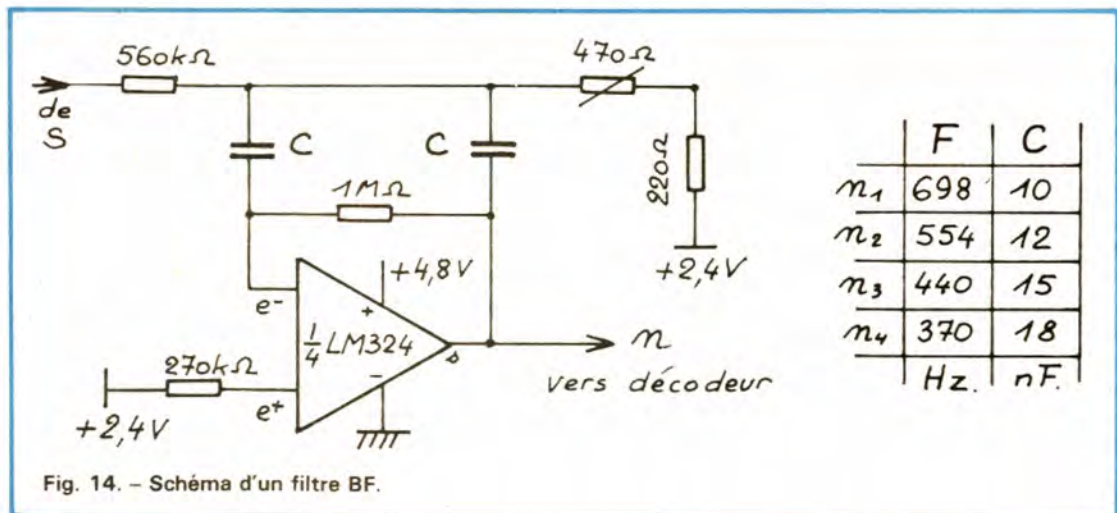

Fig. 14. - Schéma d'un filtre BF.
2. Le schéma des filtres BF. Voir la figure 14